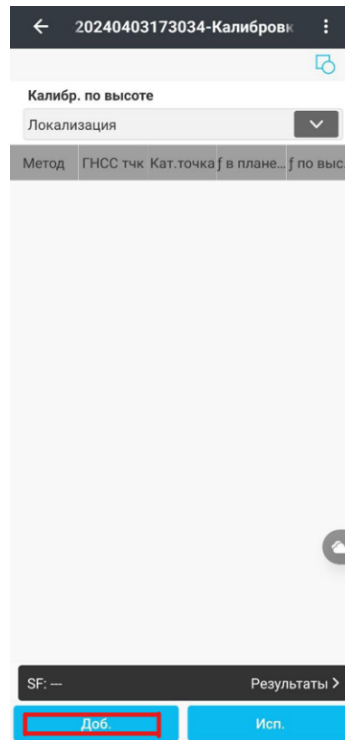

Рисунок 4.1.2
2. Нажмите **Добавить** (Рисунок 4.1.2)